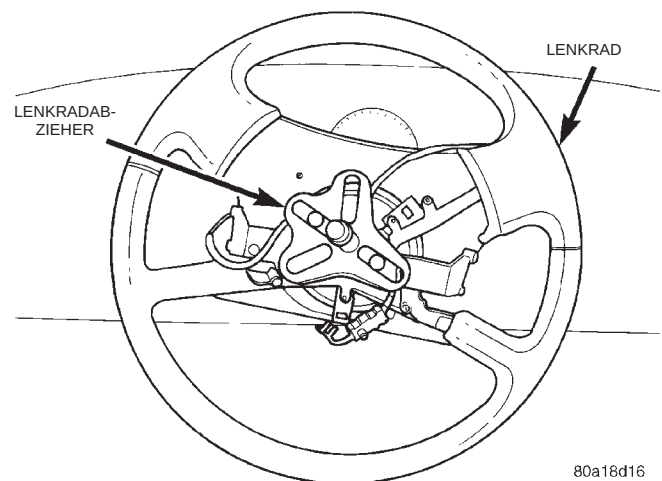

Abb. 14 Abzieher am Lenkrad montiert
(19) Abzieher, Spezialwerkzeug CJ2001P oder gleichwertiges Werkzeug, am Lenkrad montieren (Abb. 14).